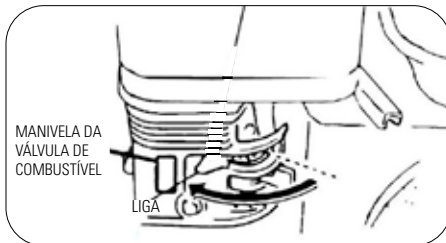

FIGURA 10.10
- Vire a alavanca da válvula de combustível para a posição DESLIGADO. Figura 10.10